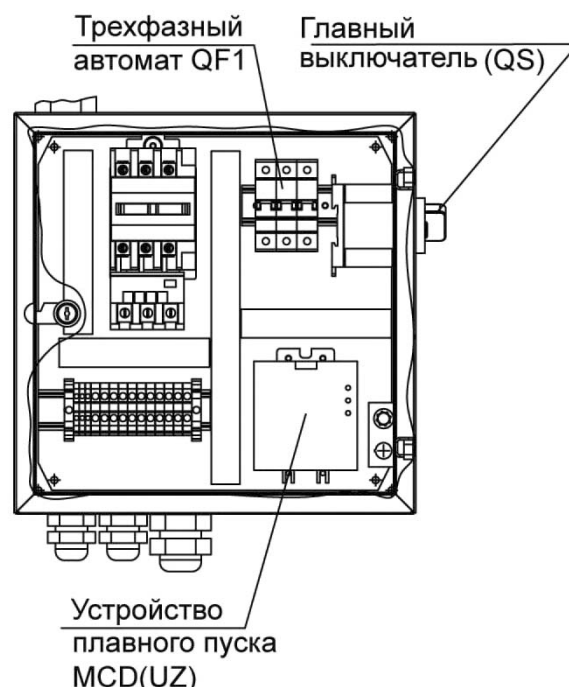

Рис.3.
Для пуска вентилятора используется устройство плавного пуска, которое предназначено для уменьшения пускового тока, при запуске вентилятора, увеличения его срока службы, предотвращения повреждений при заклинивании и больших пусковых крутящих моментах. Время пуска может регулироваться с помощью поворотного переключателя 1 от 0,4 до 10 секунд. Пусковой крутящий момент может регулироваться от 0 до 85 % номинального крутящего момента поворотным переключателем 2. (См. рис.3.).
7.7. Открыть крышку пульта запуска/отключения вентилятора. Переключить трёхфазный автомат QF1 внутри пульта в положение «ВКЛ».(См.рис.3.) Убедиться что поворотные переключатели 1.2.3 устройства плавного пуска MCD(UZ) установлены согласно рис,2 .